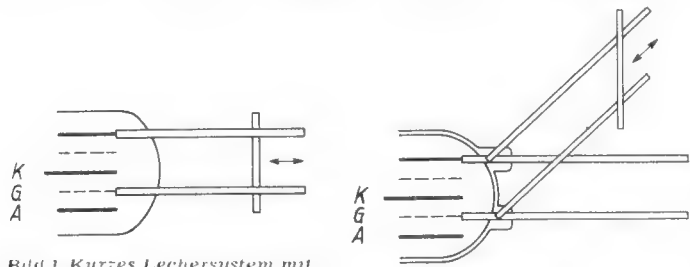

Bild 1. Kurzes Lechersystem mit verschiebbarem Kurzschluß als regelbare Induktivität
a) *Leitungsstücke als Blindwiderstände.* In Teil 2 war gezeigt worden, daß ein kurzes, an seinem Ende kurzgeschlossenes Leitungsstück wie eine Induktivität, ein kurzes offenes Leitungsstück wie eine Kapazität wirkt. Allgemein zeigte sich, daß man in der Lage ist, mit Doppelleitungsstücken alle Blindwiderstände zwischen 0 und $\pm \infty$ herzustellen. In der Praxis verwendet man z. B. kurze Lechersysteme mit verschiebbarem Kurzschluß als regelbare Induktivität zum Abstimmen der Kapazität zwischen den Elektroden der Senderöhre (Bild 1). Dabei kommt es wegen der großen Elektrodenkapazitäten